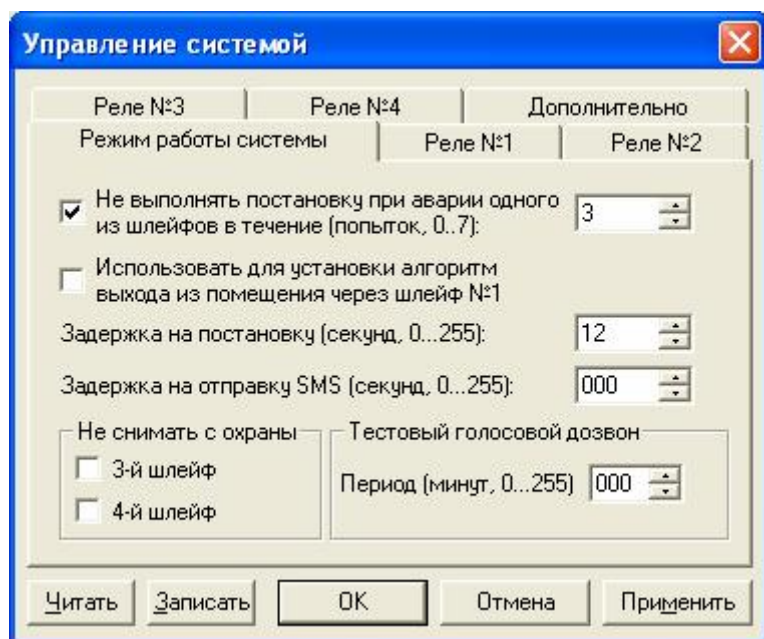

Рис. 3 Окно *Управление системой*
5.3.6 В основном окне программы нужно выбрать созданный объект и получить от него текущую информации о состоянии и настройках. При нажатии кнопки *Управление* открывается *Управление системой* (рис.3)
Настройка режима работы сирены производится в закладке *Реле №1* окна *Управление системой* (рис.3). Установка флагов *Включить выход управления*, *Использовать для управления сиреной* и *Включать только в режиме охраны* активирует функцию управления сиреной по тревоге на 2 минуты. Установка флага *Включить только при наличии 220 вольт* задает дополнительное условие на включение сирены.
Пороговое значение разряда АКБ, при котором производится оповещение, по умолчанию установлено на уровне 10,0 вольт. Для изменения необходимо выбрать меню *Настройки - Аккумулятор*, в открывшемся окне установить новое значение и записать его в *контроллер*, нажав кнопку *Записать* в окне *Управление системой* (рис.3).